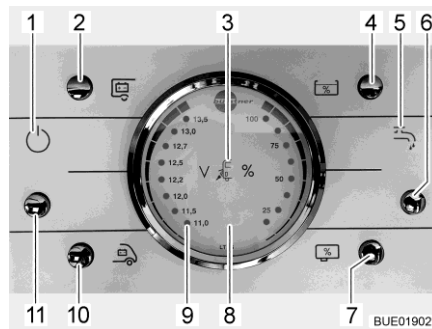

Bild 183 Panel LT 96
Der Taster (Bild 183,11) schaltet das Panel und die 12-V-Versorgung des Wohnraums ein und aus.
- Einschalten:** ■ Taster (Bild 183,11) drücken: Die 12-V-Versorgung des Wohnraums ist eingeschaltet. Die Kontroll-Leuchte (Bild 183,1) leuchtet.
- Ausschalten:** ■ Taster (Bild 183,11) drücken: Die 12-V-Versorgung des Wohnraums ist ausgeschaltet. Die Kontroll-Leuchte (Bild 183,1) erlischt.
Beim Anzeigeeinstrument V/Tank (Bild 183,8) die linke Skala beachten. Das Anzeigeeinstrument wird automatisch beleuchtet, sobald ein Taster gedrückt wird.
- Taster (Bild 183,10) drücken: Die Batteriespannung der Starterbatterie wird angezeigt.
- Taster (Bild 183,2) drücken: Die Batteriespannung der Wohnraumbatterie wird angezeigt.
Beim Anzeigeeinstrument V/Tank (Bild 183,8) die rechte Skala beachten. Das Anzeigeeinstrument wird automatisch beleuchtet, sobald ein Taster gedrückt wird.
- Taster (Bild 183,4) drücken: Die Wassermenge wird angezeigt.
- Taster (Bild 183,7) drücken: Die Abwassermenge wird angezeigt.
- Taster (Bild 183,6) drücken: Die Wasserversorgung ist eingeschaltet. Die Kontroll-Leuchte Wasserpumpe (Bild 183,5) leuchtet.
- Taster (Bild 183,6) drücken: Die Wasserversorgung ist ausgeschaltet. Die Kontroll-Leuchte Wasserpumpe (Bild 183,5) erlischt.
Die rote Warnleuchte "ALARM" (Bild 183,9) blinkt, sobald die Spannung der Wohnraumbatterie 11 V (Messung im laufenden Betrieb) unterschreitet und damit Tiefentladung droht.
Die 12-V-Kontroll-Leuchte (Bild 183,1) leuchtet, wenn der 12-V-Haupttaster (Bild 183,11) eingeschaltet ist.
Die 230-V-Kontroll-Leuchte (Bild 183,3) leuchtet, wenn am Eingang des Elektroblocs Netzspannung vorhanden ist.